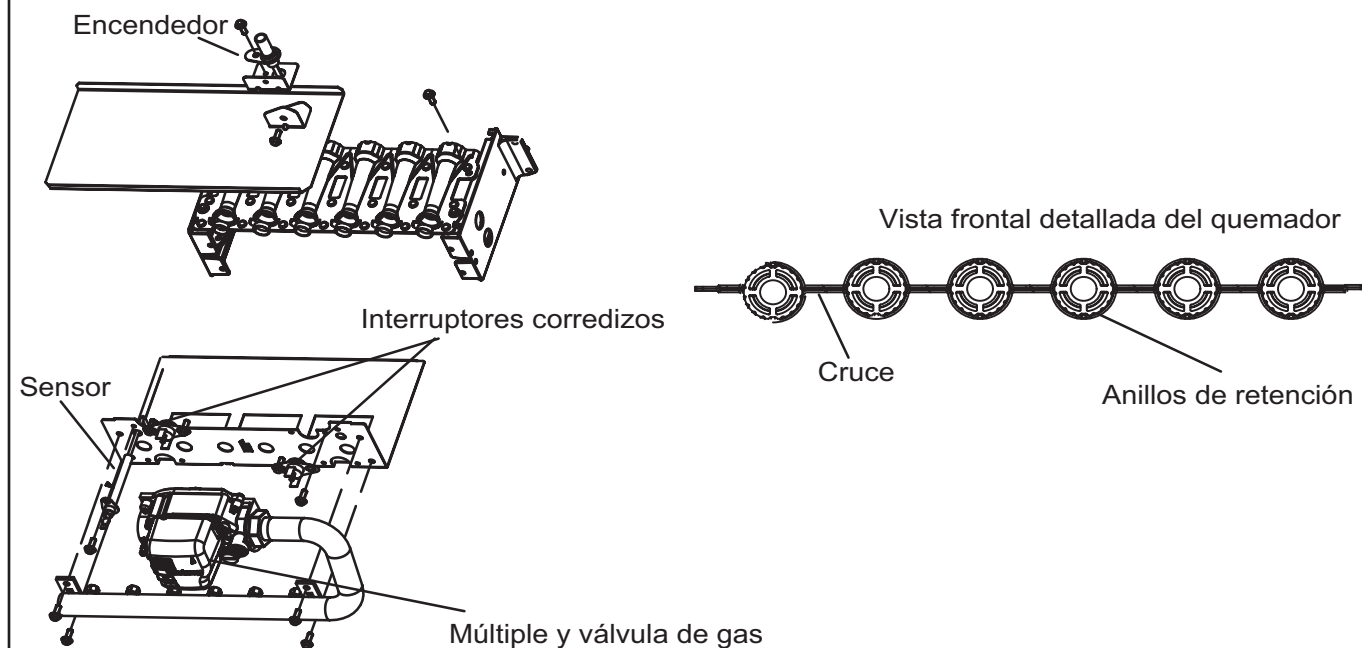

FIGURA 39
- 4- Para limpiar los quemadores, utilice una aspiradora con un cepillo blando sobre la superficie de los quemadores. Inspeccione visualmente dentro de los quemadores y cruces para detectar algún bloqueo causado por materias extrañas. Quite cualquier bloqueo. En la FIGURA 39, se muestra el detalle del quemador.